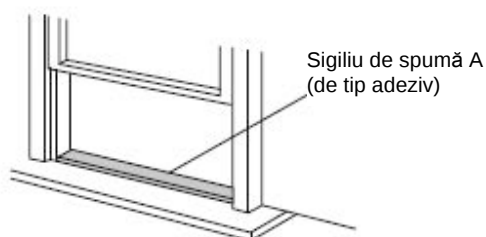

Fig. 8
1. Tăiați sigiliul din spumă (de tip adeziv) la lungimea adecvată și atașați în rama ferestrei. Fig. 8